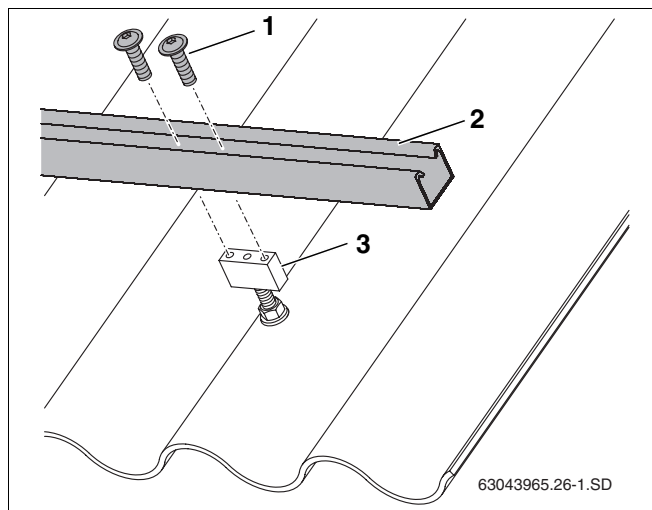

Fig. 25 Fissaggio della guida profilata contro il blocco di fissaggio
- Fissare ogni guida profilata (fig. 25, **pos. 2**) con due viti (fig. 25, **pos. 1**).